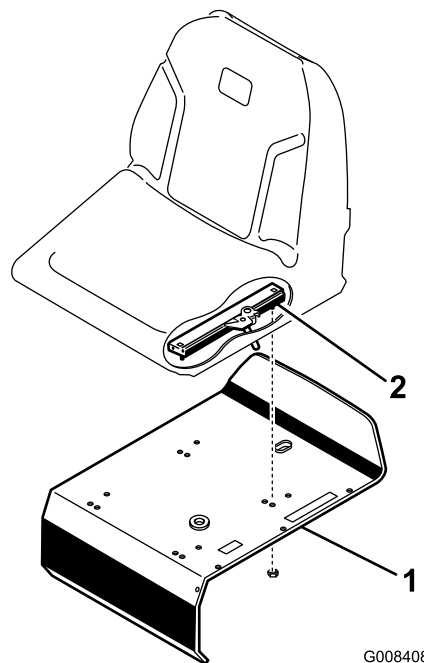

图3
3. 用散装零件中提供的锁紧螺母（5/16 英寸）将座椅滑轨固定到座椅支架上（图3）。